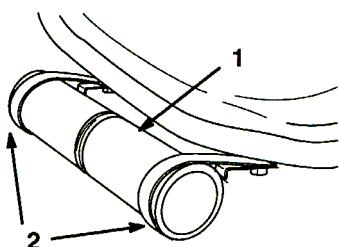

図7
2. 今はすしたキャップスクリュと平ワッシャで、筒を座席左側に仮止めする(図7)。
3. マニュアルを筒の中に入れ、キャップをしっかりと締め、キャップスクリュを本締めする(図7)。キャップスクリュを締める。